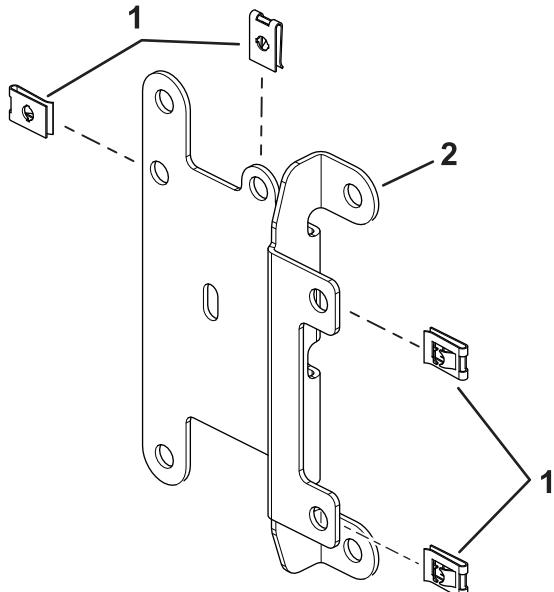

Figura 2
2. Montate le piastrine autofilettanti tipo U nella piastra di supporto dei fusibili (Figura 2).